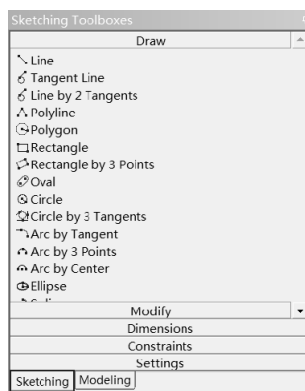

图 2-42 草绘操作面板
Step5：创建草绘。如图 2-42 所示，单击 Tree Outline 下面的 Sketching（草绘）选项卡，此时会切换到草绘命令操作面板。